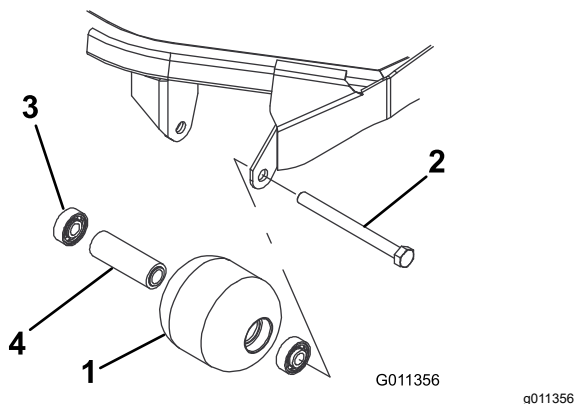

Figura 103
1. Retire el perno de montaje del rodillo (Figura 103).
4. Inspeccione el alojamiento del rodillo, los cojinetes, y el espaciador del cojinete (Figura 103) Sustituya cualquier componente dañado y móntelos.
1. Introduzca a presión el primer cojinete en el alojamiento del rodillo (Figura 103). Haga presión solamente sobre el anillo de rodadura exterior, o de forma igual sobre el anillo exterior y el interior.
2. Introduzca el espaciador (Figura 103).
3. Introduzca a presión el segundo cojinete en el alojamiento del rodillo (Figura 103). Presione de manera uniforme sobre el anillo de rodadura interior y el exterior hasta que el anillo de rodadura interior entre en contacto con el espaciador.